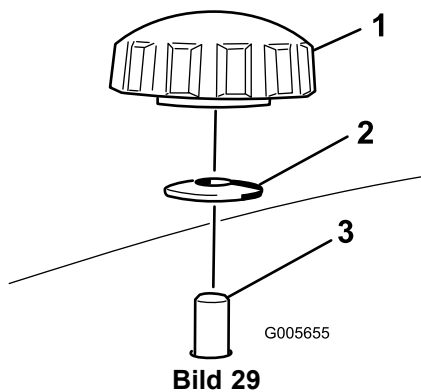
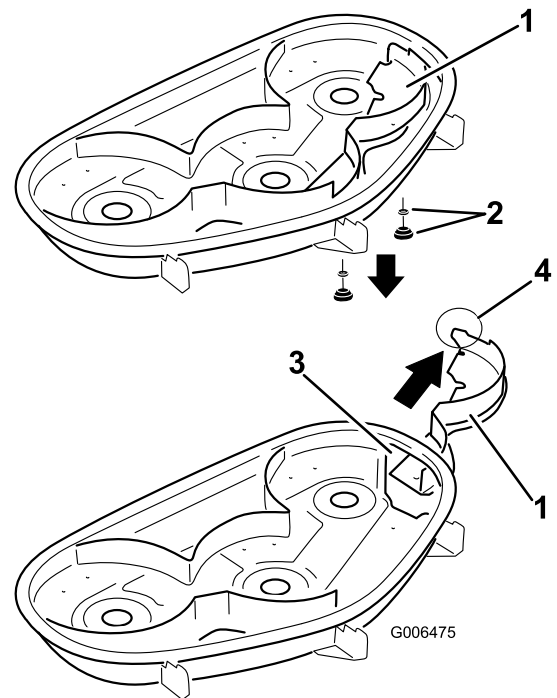

Bild 29
Bild 30
4. Nehmen Sie die beiden Handräder und die Wellenscheiben ab, mit denen das rechte Ablenkblech am Mähwerk befestigt ist, wie in Bild 29 dargestellt.
5. Nehmen Sie das rechte Ablenkblech ab und senken Sie das Grasablenkblech über der Auswurfkanalöffnung ab, wie in Bild 30 und Bild 29 dargestellt.
4. Schieben Sie das rechte Ablenkblech durch die Auswurfkanalöffnung und befestigen Sie diese mit den zwei Handrädern und Wellenscheiben (kappenförmige Seite zum Mähwerk), wie in Bild 29 und Bild 30 dargestellt.